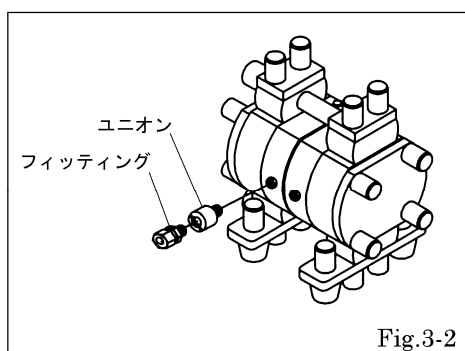

Fig.3-2
- ・ ユニオン、フィッティングを取り付ける。(2 か所共) [Fig.3-2]